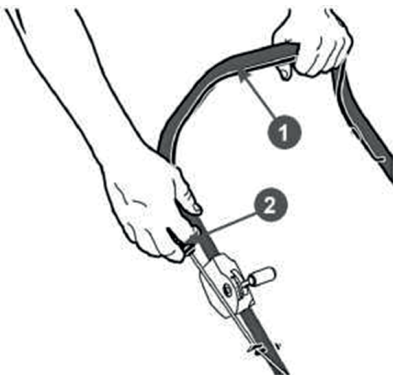

Рис. 19. Запуск двигателя
2. Встаньте позади газонокосилки.левой рукой нажмите на рычаг 1 остановки двигателя и удерживайте его, а правой рукой возьмите ручку 2 стартера (Рис. 19).
- 2.** Рычагом газа переведите двигатель в режим холостого хода (переведите рычаг газа в положение 3 (холостых оборотов) (Рис. 19)
В соответствии с разделом ЗАПУСК ДВИГАТЕЛЯ запустите двигатель и прогрейте его. Затем включите привод хода, нажав рычаг 1 включения привода хода (Рис. 19) (для моделей с приводом хода).